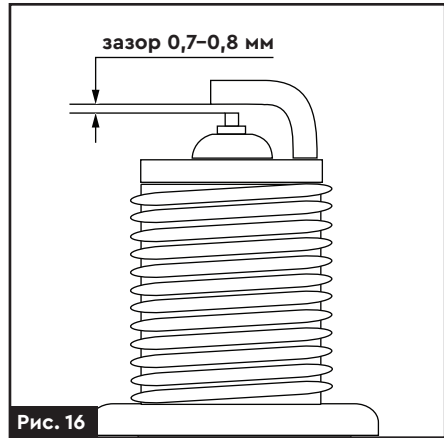

Рис. 16
6. Виміряйте зазор між електродами свічки запалювання, який має дорівнювати 0,7–0,8 мм (рис. 16).